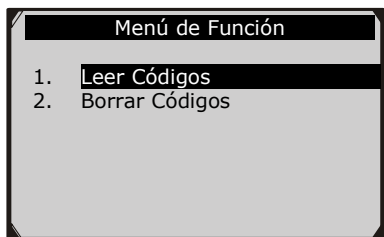
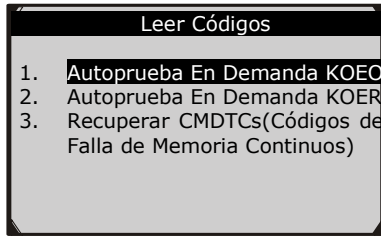

Figura 5.23
Figura 5.24
En la pantalla de **Menú de Función** (Figura 5.23), seleccione opción **Leer Códigos**. Esto mostrará la pantalla del menú **Leer Códigos**. (Figura 5.24)
1. En la pantalla de **Menú de Función** mostrada (Figura 5.23), haga clic en la opción **Borrar Códigos**. La herramienta mostrará un mensaje de instrucción.